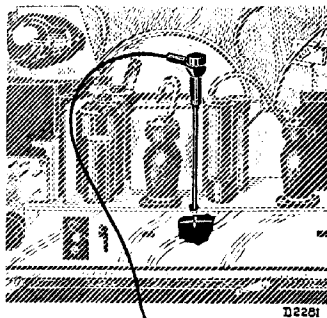

Fig. 6
11. Hulpapparaat aansluiten via condensator van 25  $\mu\mu\text{F}$  aan anodekring van L1 (zie fig. 6); outputindicator aan hulpapparaat aansluiten en hulpontvanger afstemmen op 546 Kc.
6. Hulpapparaat aansluiten via condensator van 25  $\mu$ F aan de anode van L1 (zie fig. 6); outputindicator aan het hulpapparaat aansluiten en hulpontvanger afstemmen op 395 Kc.